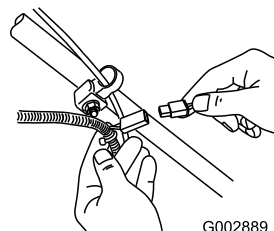

Figura 30
1. Collegate il caricabatterie al cablaggio situato sotto il pulsante di avviamento elettrico (Figura 30).